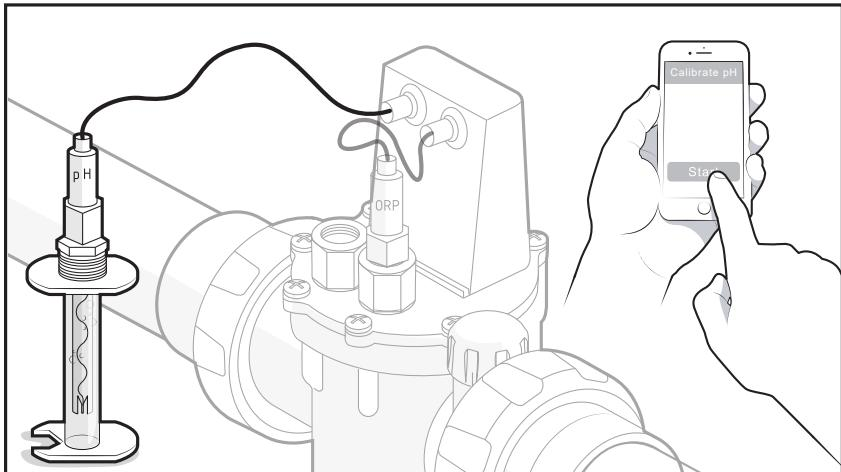

Figure 7. Immerger le capteur et démarrer l'étalonnage
10. Immerger le capteur dans la solution tampon pH 7 à l'intérieur du tube de stockage. Démarrer l'étalonnage dans l'application iAquaLink ou sur le contrôleur OneTouch (AquaLink® RS uniquement), accédez à : MENU / AIDE > CONFIGURATION SYSTÈME > pH > 2 POINTS, se reporter à la Figure 7.